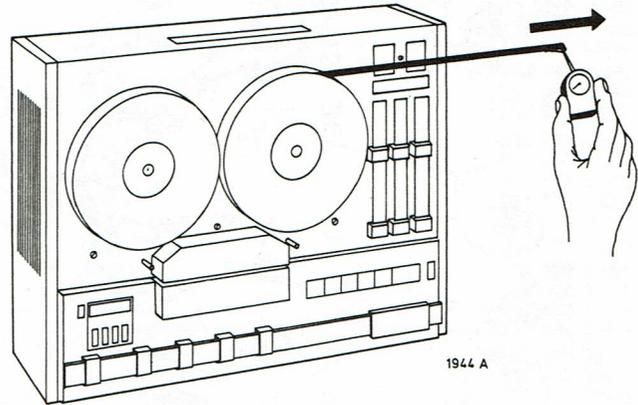

Fig. 28
- La force de freinage du plateau à bobine de gauche et de droite doit être d'env. 600 gr.cm. Cette force est mesurable avec une bande complètement enroulée et un dynamomètre (voir fig.28) le dynamomètre doit donner les valeurs suivantes: